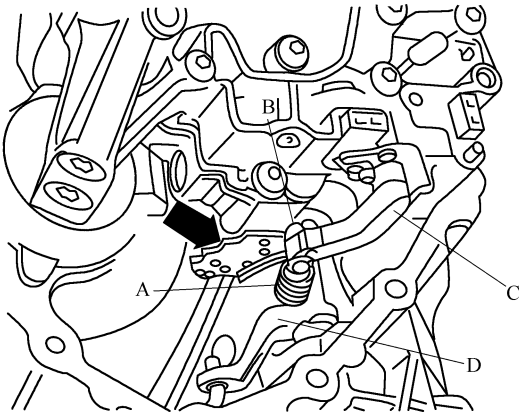
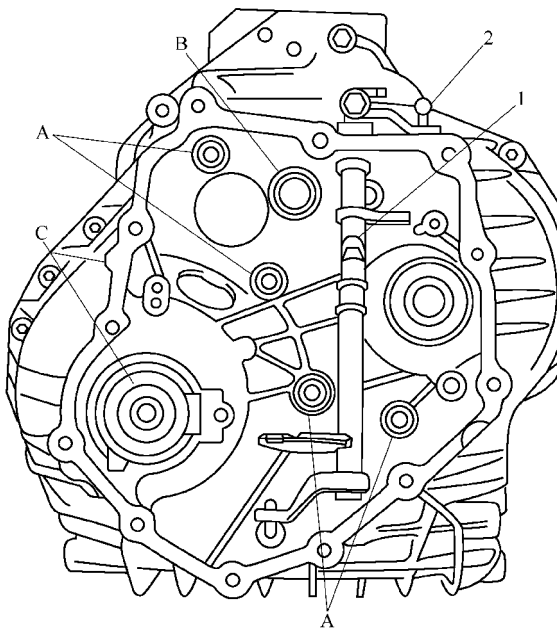

图 2-2-11 清洁换挡轴的卡槽
图 2-2-13 更新轴向密封元件和安装盖板
(1) 拆卸密封盖。
(2) 拆下自动变速器控制单元 J217。
(3) 清洁换挡轴的卡槽，如图 2-2-11 中箭头所示。彻底清洁磁铁的接触面，使之没有金属铁屑或类似的其他脏物。注意：弹簧 A 和滚子 B 要正确固定。
(1) 拆下密封盖。
(3) 将变速杆位置滑块 C 向下从液压控制单元的支座孔中拉出，将弹簧 A 从换挡轴 D 上摘下，如图 2-2-11 所示。
(1) 如图 2-2-13 所示，更新轴向密封元件 A(4 件)和 B。
(1) 将滚子 B 的凸肩向下安装在变速杆位置滑块 C 上(见图 2-2-11)。
(2) 把弹簧 A 挂入换挡轴 D 和变速杆位置滑块。
(3) 将变速杆位置滑块推入液压控制单元壳体內的支座孔中。
(4) 将换挡轴连杆 2 向前及向后切换到极限位置，如图 2-2-13 所示。
(5) 卡盘(图 2-2-11 中箭头所示)将向前或向后移动，此时必须让滚子 B 卡入各凹槽内。变速杆位置滑块 C 此时应分步向前或向后移动。滚子凸肩必须向下装入，以使其无法向上拉出。
(6) 清洁换挡轴，安装带有新 O 形环的自动变速器控制单元 J217，安装密封盖，然后加注 ATF。